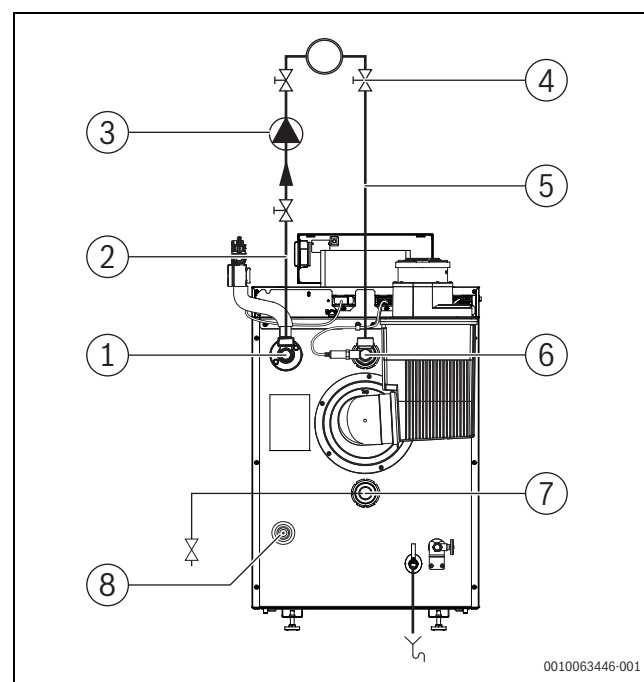

Bild 23 Anschlussschema Hydraulik
- Ausdehnungsgefäß (Zubehör) am Rücklauf oder am Ausdehnungsgefäß-Anschlussset AAS anschließen (→ Bild 23, [7], Seite 19).